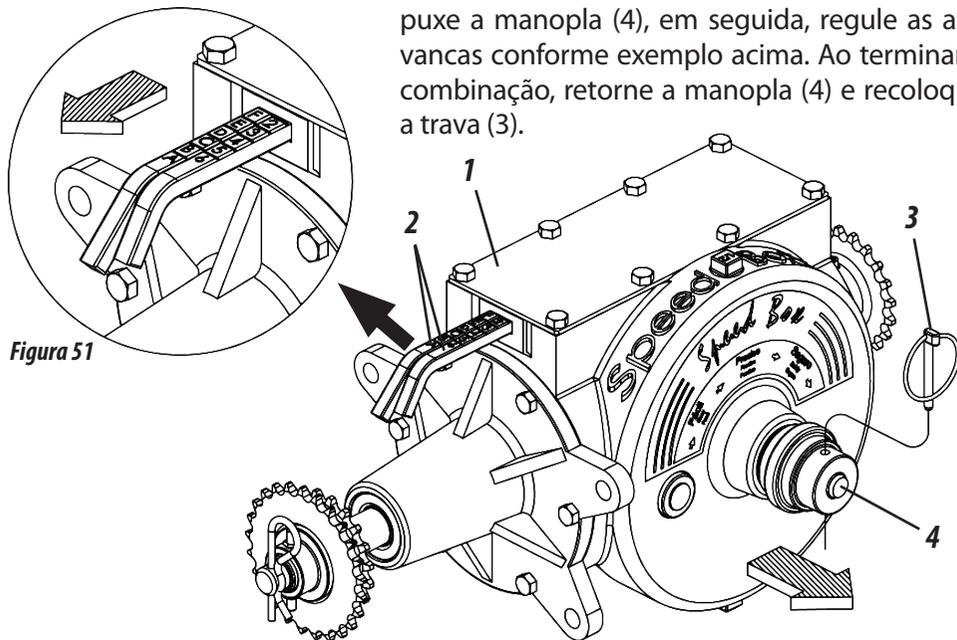

Figura 51
SPEED BOX (FIGURA 51)
- 1- Selecione a quantidade desejada nas tabelas e verifique a combinação correspondente nas alavancas (2). **Exemplo:** Posição **F2** na tabela, indica que a alavanca com letras deve estar na posição **"F"** e a alavanca com números deve estar na posição **"2"**, conforme mostra a figura 51.
- 2- Para movimentar as alavancas, retire a trava (3), puxe a manopla (4), em seguida, regule as alavancas conforme exemplo acima. Ao terminar a combinação, retorne a manopla (4) e recoloca a trava (3).